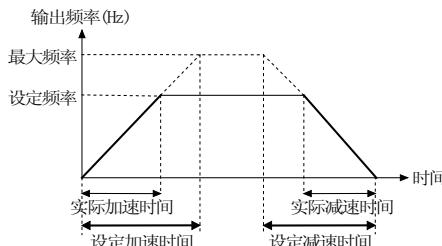

图 5-1-5 直线加减速
**说明：**线性加减速是为一般通用负载所用，输出频率按照恒定斜率递增或递减，如图5-1-5所示。